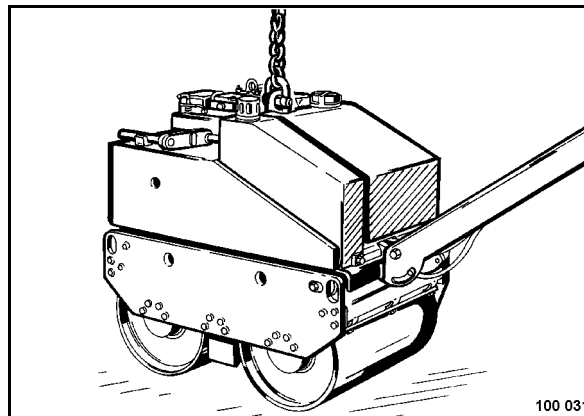

Fig. 50
- Para cargar la máquina con equipo de elevación hay que introducir el gancho en la armella de la suspensión central (Fig. 50).